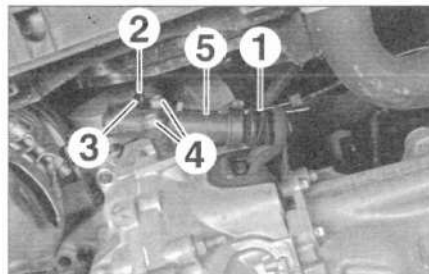

FIG.11
Lors de l'accouplement et du désaccouplement, manipuler le tuyau hydraulique (1) dans son axe et ne pas faire levier pour éviter toute rupture (Fig.11).
- Déclipper les agrafes (2) et (3) (sans les déposer).
- Désaccoupler le tuyau hydraulique (1).
- les 2 vis (4),
- le cylindre récepteur (5).